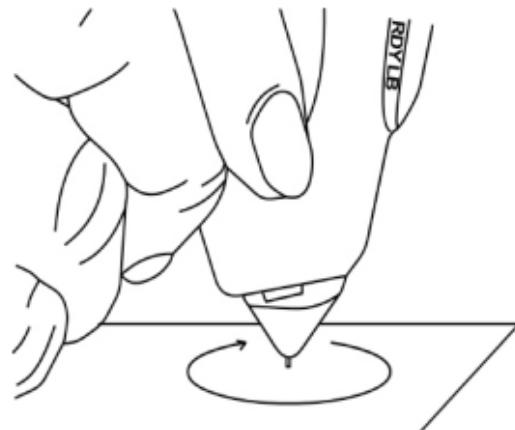

图 2.3
- 拿住探针笔，使笔尖与任何纸张或宝石托（检测仪附带）成直角（90 度）。慢慢做圆周运动，但不使针头缩进（**图 2.3**）。